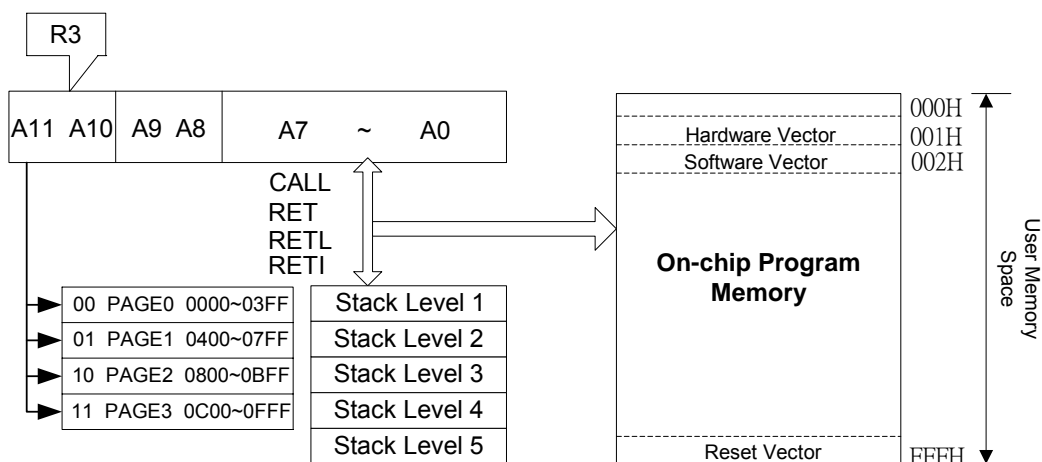

图3 程序计数器结构图
- 根据控制器的类型，R2 和硬件堆栈为 10 位宽。参见图 3 所示的程序计数器结构图。